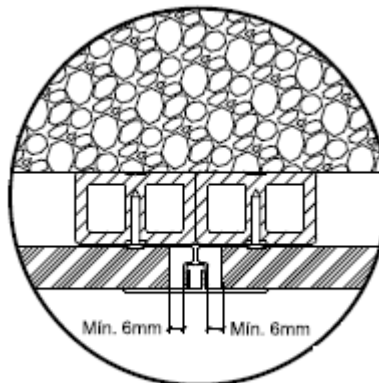

Figura 7 – Detalle de la unión
- En la fijación de la unión, es necesario utilizar dos viguetas WPC lado a lado, en las cuales recibirán ambas fijación como podemos constatar en la Figura 7. Recordamos que es imperativo cumplir con la fijación en la ranura de la vigueta WPC.